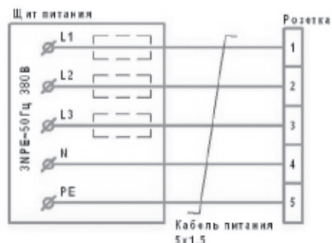

Рис. 5
**6.4** Для защиты электропроводки от перегрузок подключение к стационарной электросети осуществляется через автоматический выключатель номиналом 25А для РТ-Q12 и РТ-Q15 и 32А для РТ-Q18. Кабель питания и сетевую розетку подключить в соответствии со схемой подключения (Рис. 5). Сечение жил кабеля питания должно быть не менее 2,5 мм2 (для медной жилы) для РТ-Q12 и РТ-Q15 и 4 мм2 для РТ-Q18.